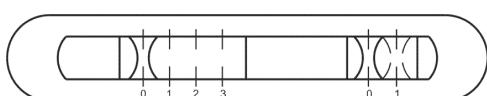

рис. 7
7.2 Управление вытяжкой производится при помощи ползункового переключателя (рис.7)